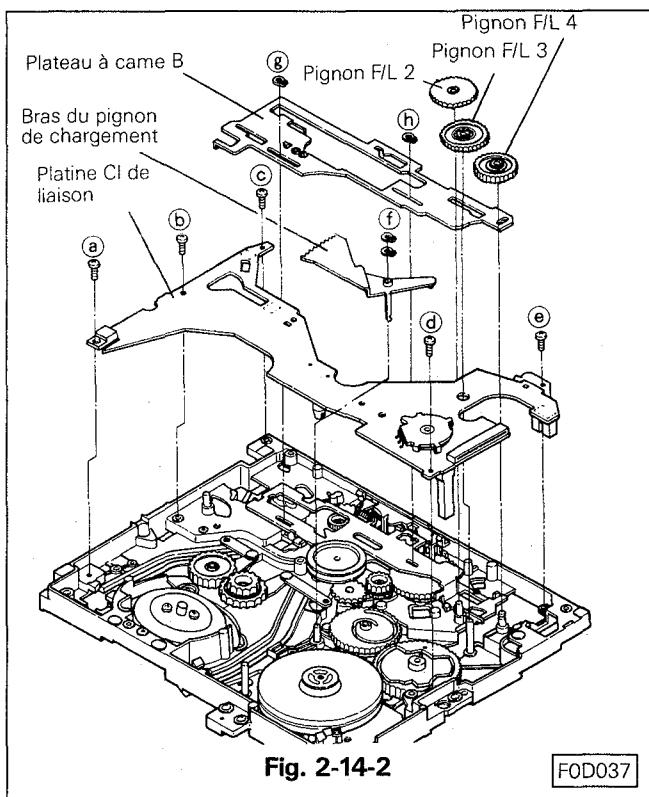
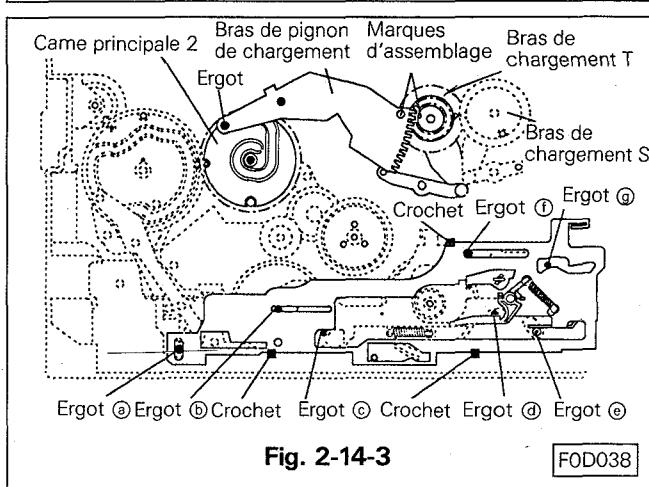

Fig. 2-14-2
Fig. 2-14-3
- C. Enlever la rondelle d'arrêt ① montrée sur la Fig. 2-14-2.
- E. Défaire les crochets de maintien du CI et retirer les engrenages F/L 2, 3 et 4. (Voir Fig. 2-14-2)
- F. Retirer le circlips ② ainsi que la rondelle ③. Défaire les trois crochets comme montré Fig. 2-14-3 puis ôter le plateau B (Voir Fig. 2-14-2).
- G. Dévisser les cinq vis de ④ à ⑤ et retirer la platine CI de liaison mécanique.
2-14-2 REMONTAGE (Voir Fig. 2-14-2)
- B. Installer la came B en prenant garde au positionnement des pivots ⑥ à ⑦, voir Fig. 2-14-3 et fixer la came à l'aide des trois crochets, du circlips ⑧ et de la rondelle ⑨.
- C. Aligner le bras de chargement T et le bras du pignon de chargement comme le montre la Fig. 2-14-3. Assembler le bras du pignon de chargement pour que son ergot puisse entrer dans la rainure de la came principale 2. Fixer le bras du pignon de chargement à l'aide des deux circlips ⑩.
- D. Assembler les engrenages F/L 2, 3 et 4 sur leurs axes. (Voir Fig. 2-14-2)
- B. Dans le cas de remplacement du guide-bande récepteur, installer d'abord le bras de chargement T (récepteur). (Voir Fig. 2-14-2)